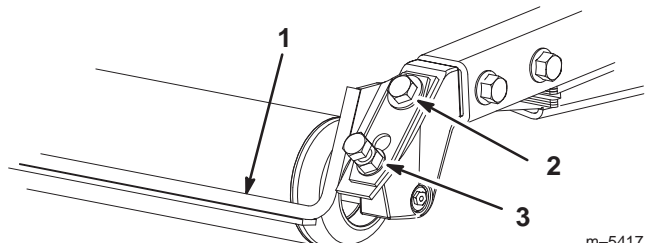

Bild 4
1. Lösen Sie die beiden oberen Befestigungsschrauben und die unteren beiden Bundmutter (Bild 4).